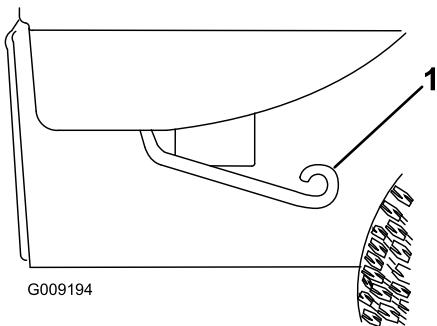

図 17
1. 荷台の右側または左側でレバーを引き上げ、荷台を持ち上げる（図 17）